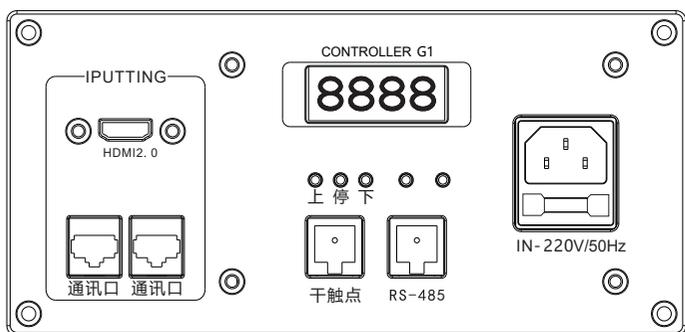

图 8
1. 图8，将电动吊架处于负载状态，接通电源5秒内，长按控制面板的停止键，及至数字显示屏的数字开始闪烁，本产品进入学习状态。或者在插上电源10S内，同时按住遥控器上、停止键进入学习状态。